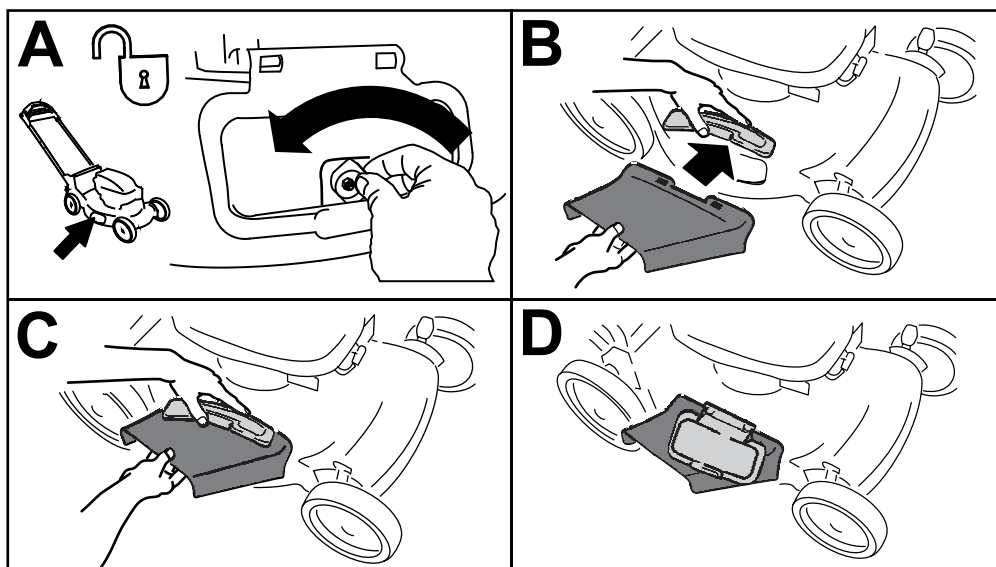

Figure 20
1. Déverrouillez le déflecteur d'éjection latérale (encadré A de la Figure 20).
2. Soulevez et ouvrez le déflecteur d'éjection latérale (encadré B de la Figure 20).
3. Montez la goulotte d'éjection latérale et fermez le déflecteur sur la goulotte (encadrés B, C et D de la Figure 20).